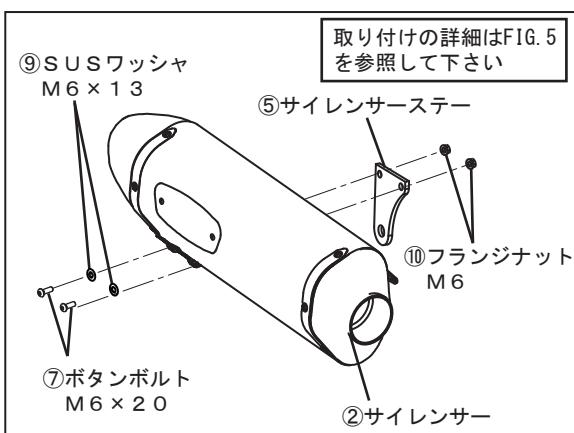

FIG. 4
4. ②サイレンサーに⑤サイレンサーステーを⑦ボタンボルトM 6 × 20、⑨SUSワッシャM 6 × 13、⑩フランジナットM 6を使用して仮締めして下さい。 (FIG. 4, 5 参照)